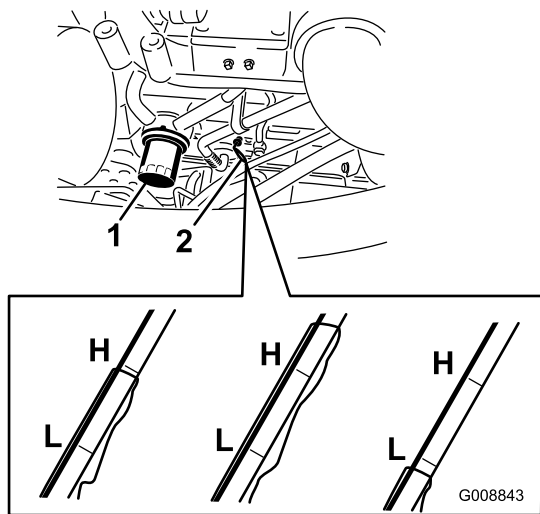

Рисунок 59
2. Извлеките масломерный щуп, протрите его начисто, вставьте в трубку и снова извлеките (Рисунок 59).
3. Снимите масляный фильтр (Рисунок 59).